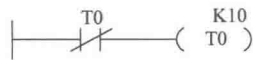

图 1-7
98. 如图 1-7 所示梯形图中,定时器 T0 的常开触点永远不会接通。 ( )
99. 如图 1-7 所示梯形图中,定时器 T0 每隔 1s 接通一个扫描周期。 ( )